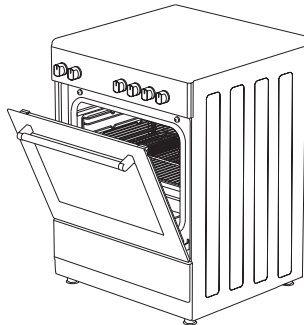

Figura 10
3. Așezați panoul de siguranță sub panoul de control deschizând sticla capacului frontal al cuptorului. (Figura 10)